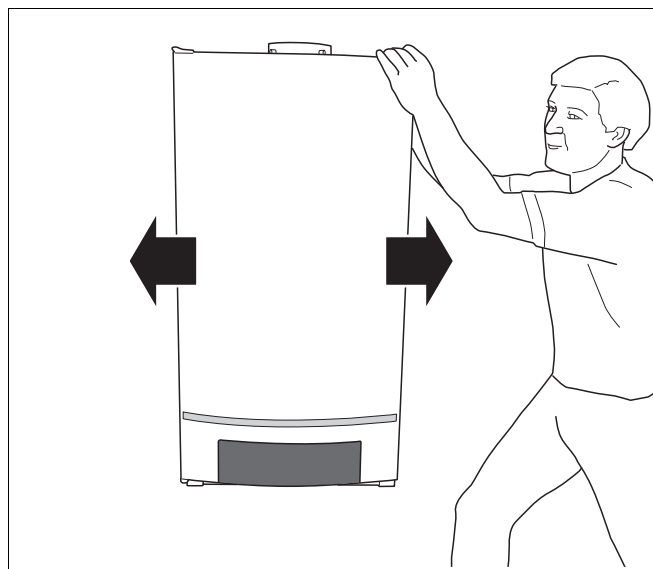

Fig. 7 Spostare la caldaia
- Spostare la caldaia nella posizione giusta (fig. 7).